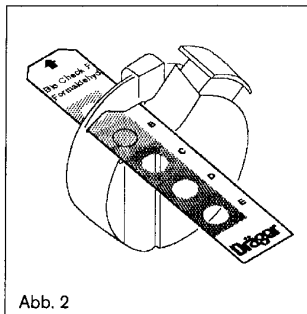

Abb. 2
- Farb-Code durch den Schiltz schieben (Abb. 2), Farbintensität des Indikators mit den Intensitätsstufen am Farb-Code vergleichen. Farbwert gleicher Farbintensität ermitteln.